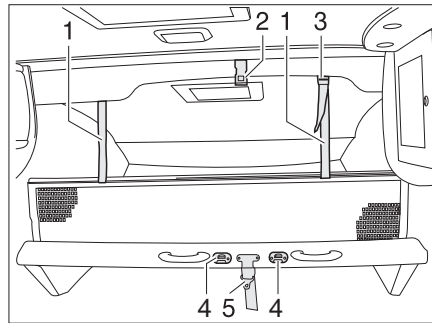

Bild 112 Hubbett manuell
- Das Hubbett mit dem Sicherheitsgurt (Bild 112,5) am Dach (Bild 112,2) sichern.
- Die Aufstiegsleiter mit den beiden Bügeln in die Krampen (Bild 112,4) am Hubbett einhängen.
- Die Haltebänder (Bild 112,1) in die Halterungen an der Decke (Bild 112,2) einrasten.